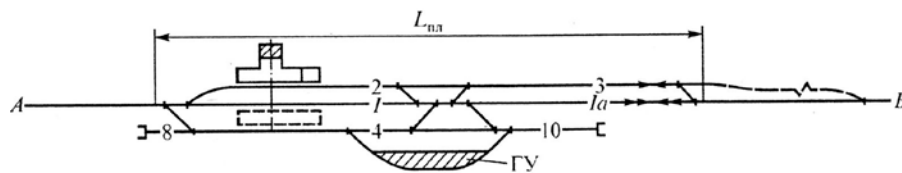

Рис. 3 Схемы промежуточных станций
- поперечного типа (рис.3 схемы 1,2),
- полупродольного типа (рис. 3 схема 3),
- продольного типа (рис. 3 схема 4).